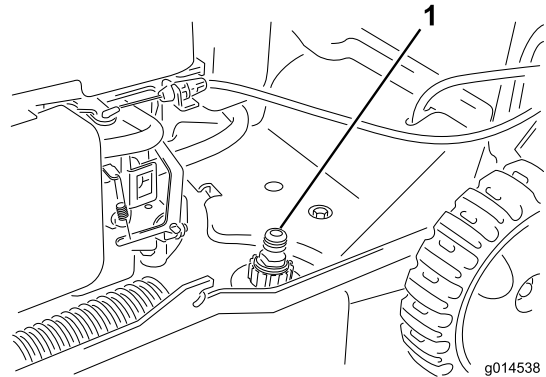

Figura 21
3. Conecte una manguera de jardín que esté conectada a un grifo al orificio de lavado (Figura 21).